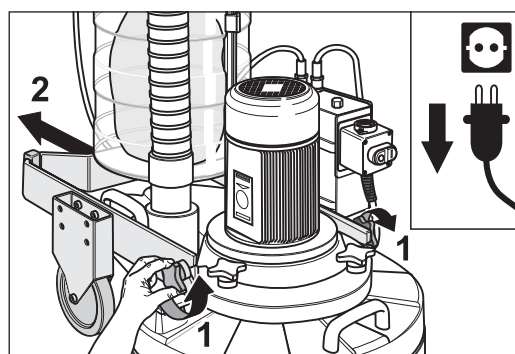

Fig. 20 Aflojadas las manillas en cruz puede retirarse hacia atrás el bastidor.
- 6 Afloje ambas manillas en cruz laterales en la carcasa y retire el bastidor horizontalmente hacia atrás (Fig. 20).